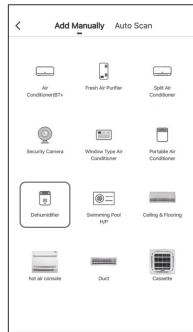

Рис. 15.
- Нажмите на логотип «Осушитель воздуха» (рис. 15).